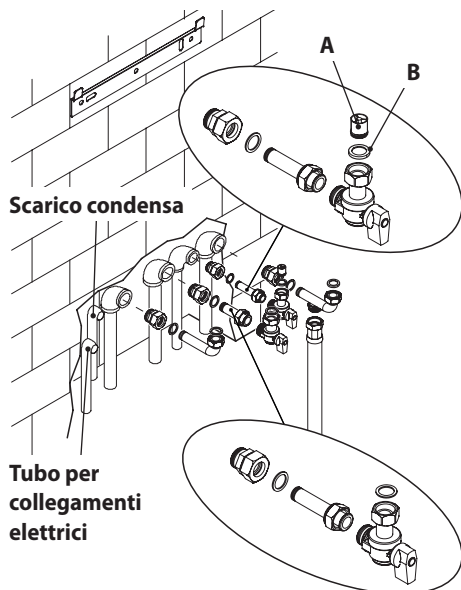
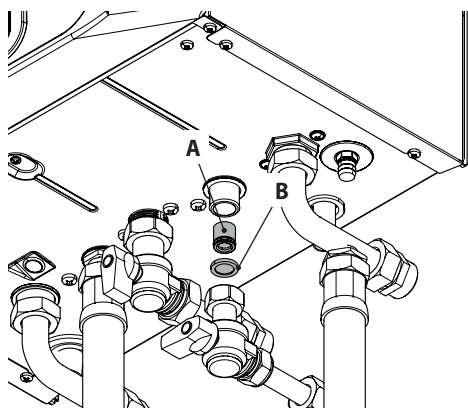

Figura 5.3
Figura 5.4
- Inserire la valvola di non ritorno (A) all'interno del raccordo "riempimento del circuito riscaldamento" e posizionare la guarnizione con filtro (B) (Figura 5.3 e Figura 5.4)